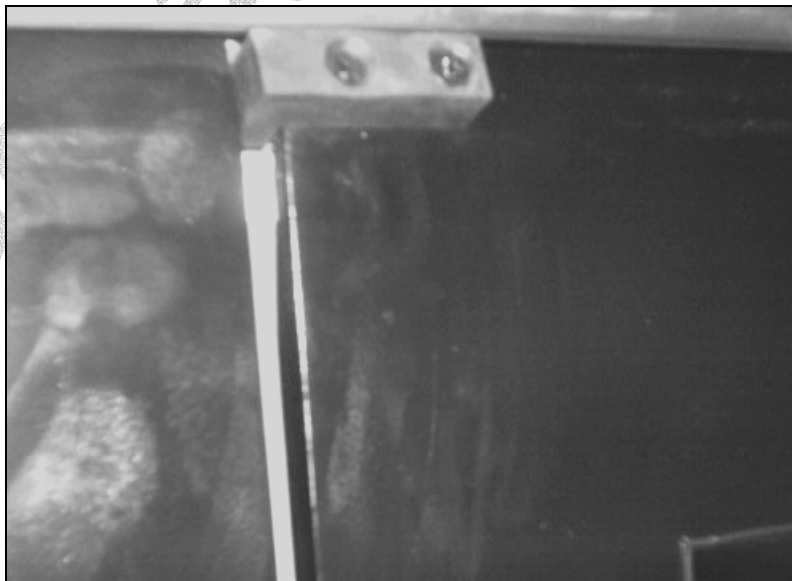

FIGURE 2: BLOC D'ARRÊT
2. Fixer les blocs d'arrêt (Prévost no 292684) à l'aide des vis (Prévost no 500260) (voir la fig. 2).
2. Appuyer les blocs d'arrêt (Prévost no 292344) contre la moulure extérieure et fixer les blocs d'arrêt à l'aide des vis (Prévost no 500260) (voir la fig. 2).